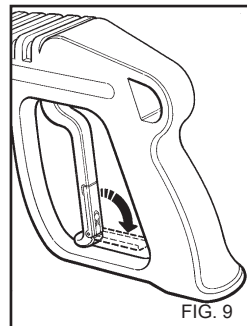

FIG. 9
- Quand le nettoyeur haute pression n'est pas utilisé, fermer le dispositif de sécurité de la poignée (fig. 9).